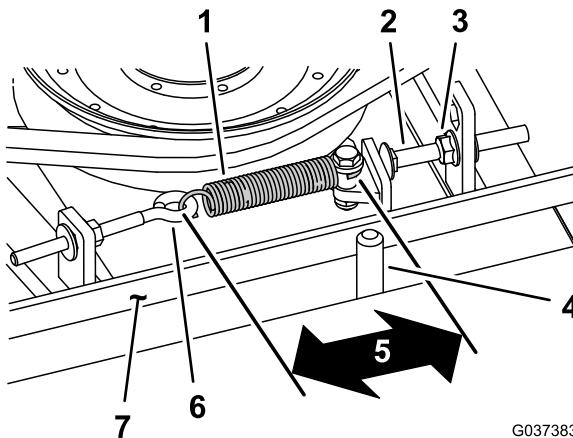

Figura 102
Quando la tensione è corretta, la misura interna della molla di prolunga (da gancio a gancio) deve essere circa 8,3 cm - 9,5 cm. Quando la tensione della molla è giusta, regolate il bullone di arresto (bullone a testa tonda) fino ad ottenere un gioco di 2-5 mm tra la testa del bullone ed il braccio di rinvio (Figura 102).
Nota: Verificate che la cinghia si trovi dal lato molla del guidacinghia (Figura 102).
2. Allentate il .bullone ad occhio (Figura 102).
3. Allentate il dado flangiato che fissa il bullone di arresto all'aletta di montaggio e spostate la puleggia tendicinghia via dalla cinghia (Figura 102).
9. Collegate la molla di prolunga (Figura 102) al bullone ad occhio e tendete la cinghia come segue: